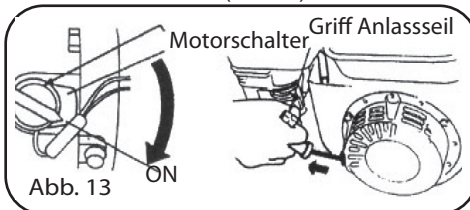

Abb. 13
8. Den Motor anlassen (Abb. 13).